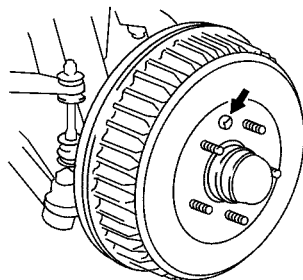

图 14-51 拆下前制动鼓 (鼓式制动器)
(3) 拆下前制动鼓 (鼓式制动器)。拆下螺钉和制动鼓, 如图 14-51 所示。